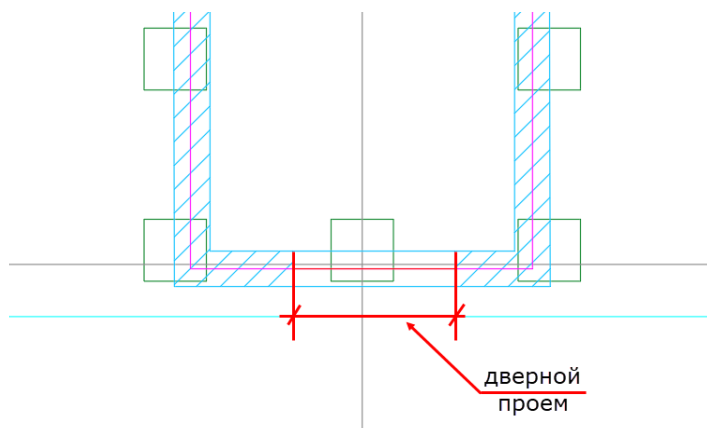

Рис.14.9. Дверной проем
- Создайте отрезок по габаритам проема (рис.14.9)